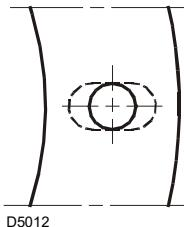

Fig. 7
- Si es necesario, agrandar los orificios de la junta aislante 4) (Fig. 7).